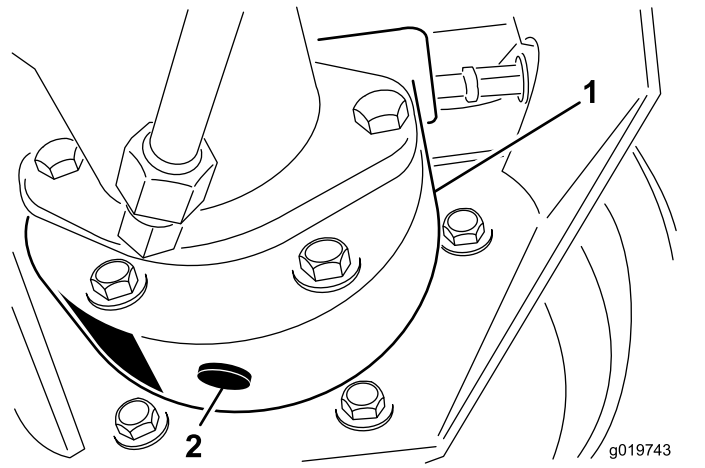

Рисунок 56
3. Подставьте поддон под корпус тормоза, снимите пробку сливного отверстия и дайте маслу стечь (Рисунок 56).